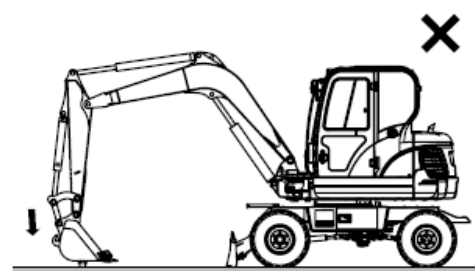

Figura 60
14. No utilice la cuchara a modo de dispositivo de martillo o ariete. De lo contrario, el accesorio frontal sufriría desperfectos y la misma operación sería peligrosa. Consulte Figura 60.